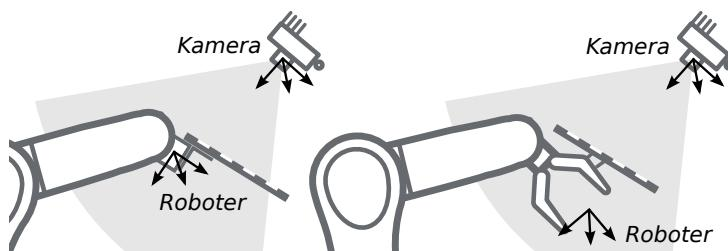

Abb. 6.19: Alternative Montageoptionen für die Befestigung des Kalibriermusters am Roboter
**Kalibrierung einer statisch montierten Kamera** In Anwendungsfällen, bei denen die Kamera statisch verglichen zum Roboter montiert wird, muss das Kalibriermuster, wie im Beispiel in Abb. 6.18 und Abb. 6.19 angegeben, angebracht werden.
**Bemerkung:** Für das Modul zur Hand-Augen-Kalibrierung spielt es keine Rolle, wie das Kalibermuster in Bezug auf das benutzerdefinierte Roboter-Koordinatensystem genau angebracht und positioniert wird. Das bedeutet, dass die relative Positionierung des Kalibermusters zu diesem Koordinatensystem weder bekannt sein muss, noch für die Kalibrierroutine relevant ist (siehe in Abb. 6.19).